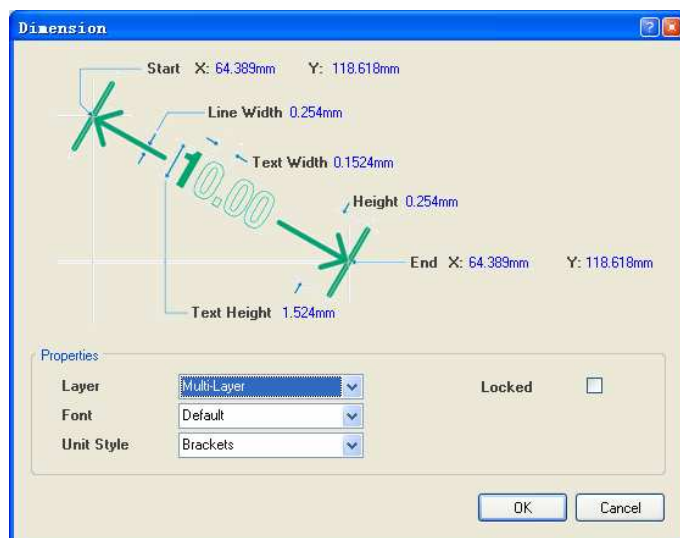

图 7.77 “Dimension”对话框
(1) 单击“Utilities”工具栏中的尺寸工具按钮，在弹出的工具栏中选择标准直线尺寸工具按钮，或者选择“Place”->“Dimension”->“Dimension”命令。
(2) 单击“Tab”键，打开如图 7.77 所示的“Dimension”对话框。
如图 7.77 所示的“Dimension”对话框用于设置标准标注的属性，其中“Start”、“End”项中的“X”、“Y”编辑框用于设置标注起始点和终点的坐标。对话框中其他的选项功能与“Linear Dimension”对话框中的对应选项功能相同。可参考对“Linear Dimension”对话框中选项的描述。